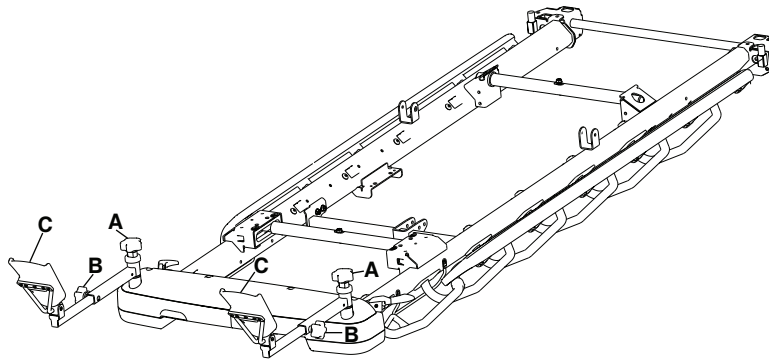

Figura 21 – Poziționarea suporturilor pentru picioare
1. Slăbiți butonul pentru genunchi (A) din partea de sus a suporturilor pentru picioare pentru a ajusta unghiul de deplasare laterală a acestor suporturi (Figura 21).
2. Strângeți butonul pentru genunchi (A) pentru a bloca suporturile pentru picioare în poziția dorită.